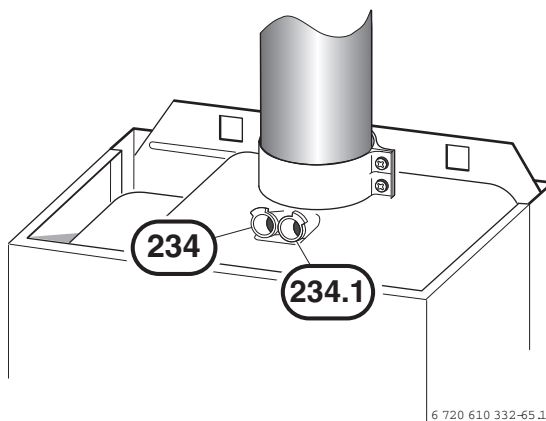

Fig. 46
- ▶ Remover o bujão do bocal de medição do ar de combustão (234.1) (Fig. 46).
- ▶ Remover o bujão do bocal de medição do gás de combustão (234) (Fig. 46).